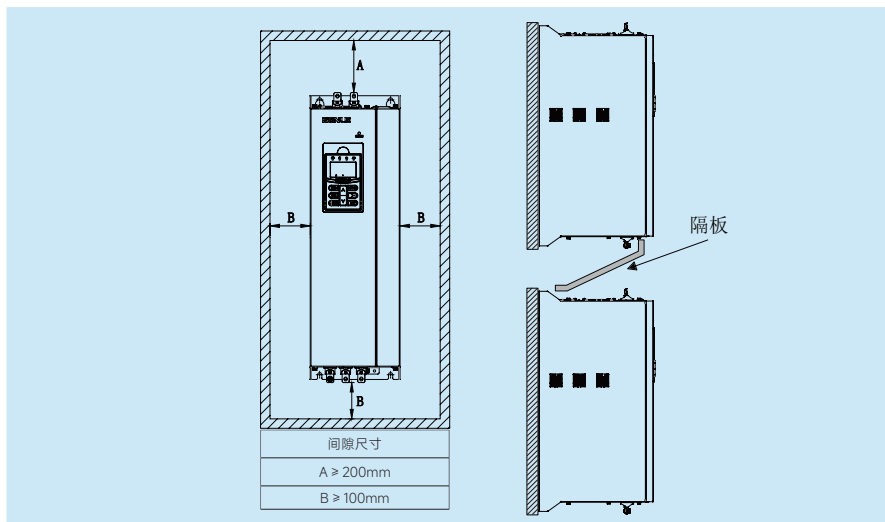

图 3-5 安装要求
2、变频器运行时要产生热量，为确保冷却空气的通路，如图 3-5 所示，变频器周围应留有一定的空间，此为最小安装允许间距，因产生的热量向上散发，所以请不要安装在不耐热设备的下方。